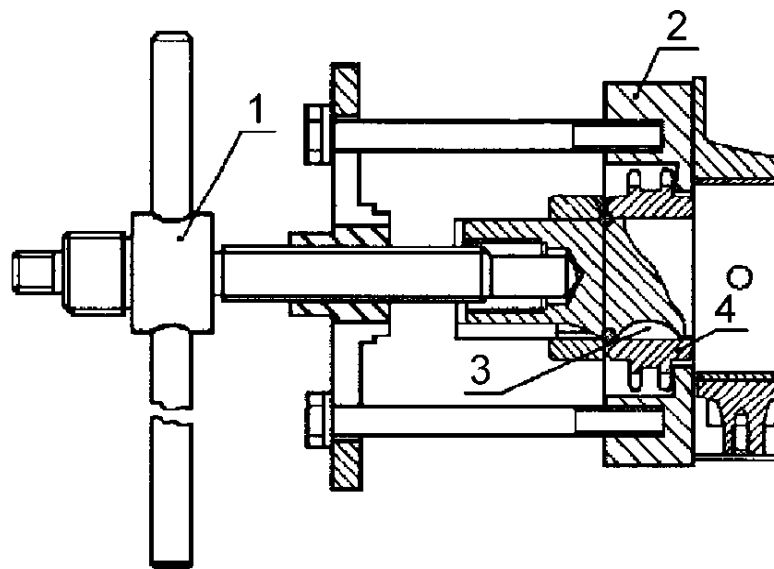

Рис.55. Снятие звездочки коленчатого вала:
- спрессовать звездочку с переднего конца коленчатого вала с помощью специального съемника (рис.55), вынуть шпонку звездочки;